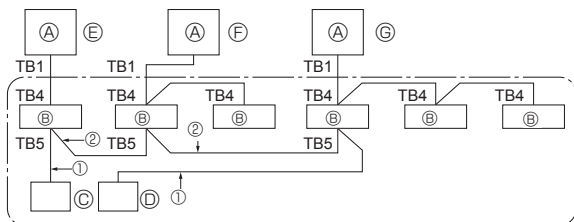

Fig. 9-1
9. Έλεγχος συστήματος (Fig. 9-1)